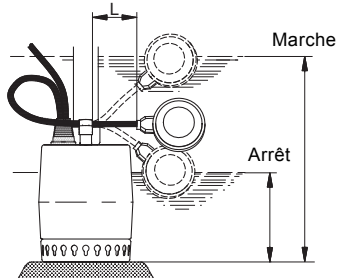

Fig. 6 Niveaux marche/arrêt, Unilift KP-A
Pour permettre à l'interrupteur à flotteur de démarrer et d'arrêter la pompe, la longueur du câble (L) doit être au minimum de 70 mm et au maximum de 150 mm. Voir fig. 6.